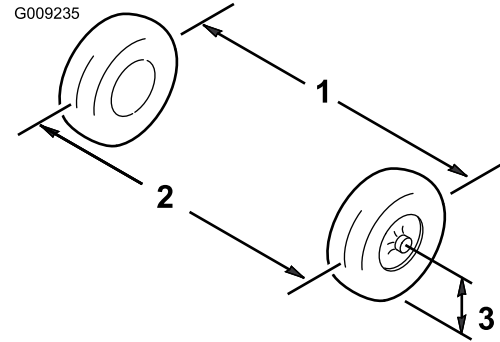

Bild 12
1. Messen Sie den Abstand zwischen beiden Vorderreifen auf Achshöhe (an der Vorder- und Rückseite der Vorderreifen) (Bild 12).